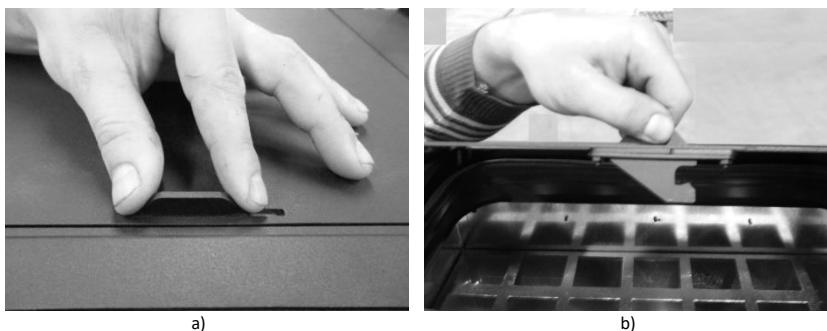

Figura 16 - Abertura da tampa
A abertura do depósito de *pellets* faz-se deslocando o fecho lateralmente (Figura 16-a) e levantando a tampa (Figura 16-b).
- 1 – Abra a tampa do depósito de *pellets*, na zona superior do equipamento, tal como mostrado na Figura 16-b.
- 3 – Ligue o equipamento e feche a tampa do depósito, pressionando-a, como ilustrado na Figura 16-a.